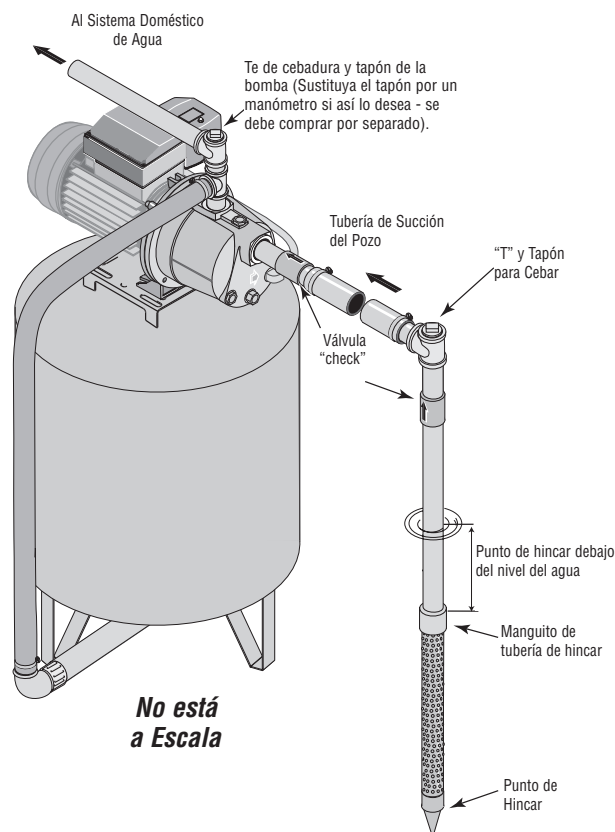

Figura 1 - Instalación del Punto de Hincar
INSTALACION DEL PUNTO DEL POZO (PUNTO DE HINCAR) (FIGURA 1)
3. Utilice el menor número de conexiones posible (especialmente codos) al conectar la tubería desde el punto del pozo al orificio de succión de la bomba. La tubería de succión debe ser por lo menos del mismo tamaño que el orificio de succión en la bomba (incluya una válvula “check” si su equipo no está equipado con una) - Vea la Figura 1. Soporte la tubería para que no haya inclinaciones verticales o hundimientos en ella a fin de que no se ejerza tensión sobre el cuerpo de la bomba y con el propósito de que no se incline ligeramente hacia arriba desde el pozo hacia la bomba (los puntos altos pueden ocasionar que se formen bolsas de aire que pueden bloquear la bomba). Selle las juntas de la tubería de succión con cinta de teflón o con un compuesto a base de teflón especial para las juntas de las tuberías. Las juntas deben de ser a prueba de agua y estar herméticamente cerradas. **Si la tubería de succión pudiera succionar aire, la bomba no podría sacar agua del pozo.** Si un punto de pozo no proporciona suficiente agua, considere la posibilidad de conectar dos o tres puntos de pozo a una tubería de succión.